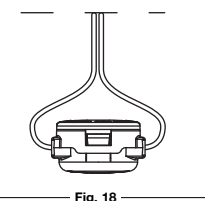

Fig. 18
L'accessoire de coupe Bump HeadMC vous permet de donner du fil sans arrêter le moteur. Pour avoir plus de fil, tapez doucement l'accessoire de coupe sur le sol (Fig. 18) tout en faisant marcher la désherbeuse à haut régime.
- Prévoyez 3,2 m (10,5 pieds) de ligne de coupe. Poussez un bout de la ligne dans des oeillets jusqu'à ce qu'elle ressorte par l'oeillet de l'autre côté. Continuez à pousser ou tirer sur la ligne jusqu'à ce que vous obteniez deux bouts d'environ 1,5 m (5 pieds) de chaque côté de la tête de coupe. (Fig. 18)